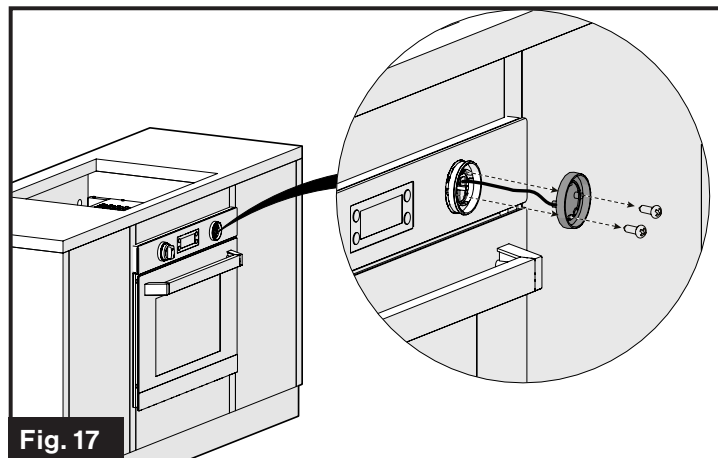

Fig. 17
3. Retire los dos tornillos que sujetan la luz LED con un destornillador Phillips. (Fig. 17)